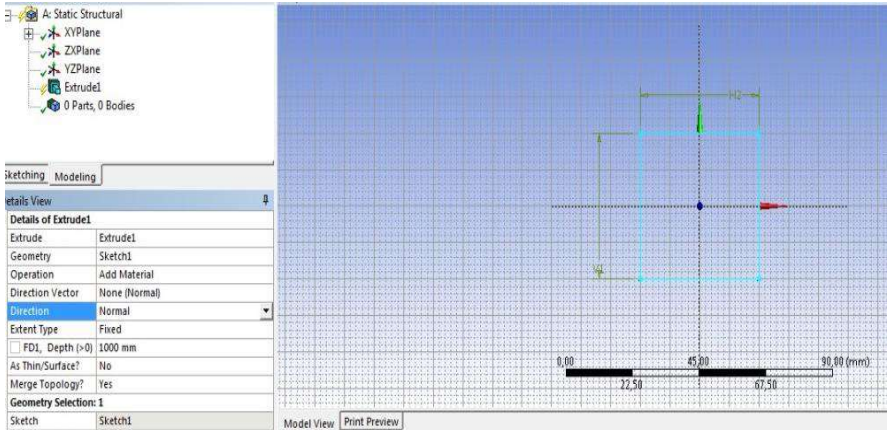

Рис. 5. Операція *Extrude*
3.3.6. На панелі меню вибираємо кнопку **Extrude** (рис. 5) для видовження побудованого ескізу перерізу балки, а у вікні **Details View** задаємо її точну довжину.